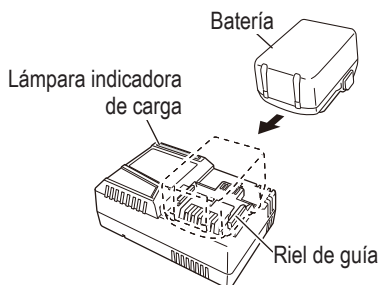

Fig. 9
2. Inserte la batería en el cargador de baterías. Inserte la batería en el cargador de baterías como muestra en la Fig. 9.